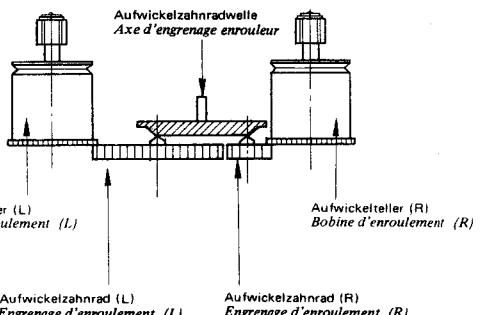

Abb. 69      Fig. 69
- 3) Die Welle (gezeigt in Abb. 69) des Aufwickelarmes aus der Bohrung der Wiedergabeplatte gemäß Abb. 71 abziehen und die Antriebseinheit mit Hilfe der Schrauben befestigen.
- 3) Retirer raxe de commande du bras enrouleur (indiquée sur la Fig. 69) par le trou du plateau de lecture comme le montre la Fig. 71 et bloquer l'ensemble d'engrenages avec les vis de fixation correspondantes.